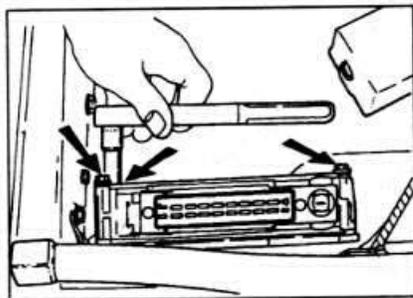

Рис. 9.68. Расположение болтов крепления модуля ABS.
- Отвинтите 3 болта крепления и снимите модуль из моторного отсека (см. рис. 9.68).